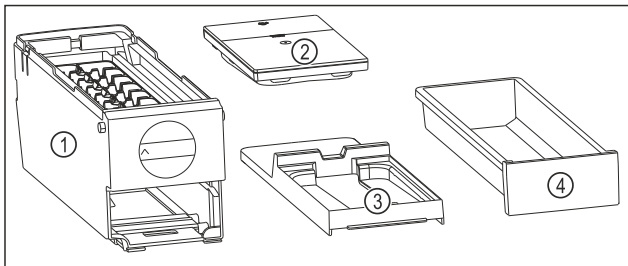

Fig. 147 Součásti EasyTwist-Ice
- ▶ EasyTwist-Ice je rozebrán na čtyři části. (viz Fig. 147)
- ▶ EasyTwist-Ice rozebírejte pouze na zobrazené součásti. (viz Fig. 147)
- ▶ Korpus EasyTwist-Ice Fig. 147 (1) vyčistěte jako celek.